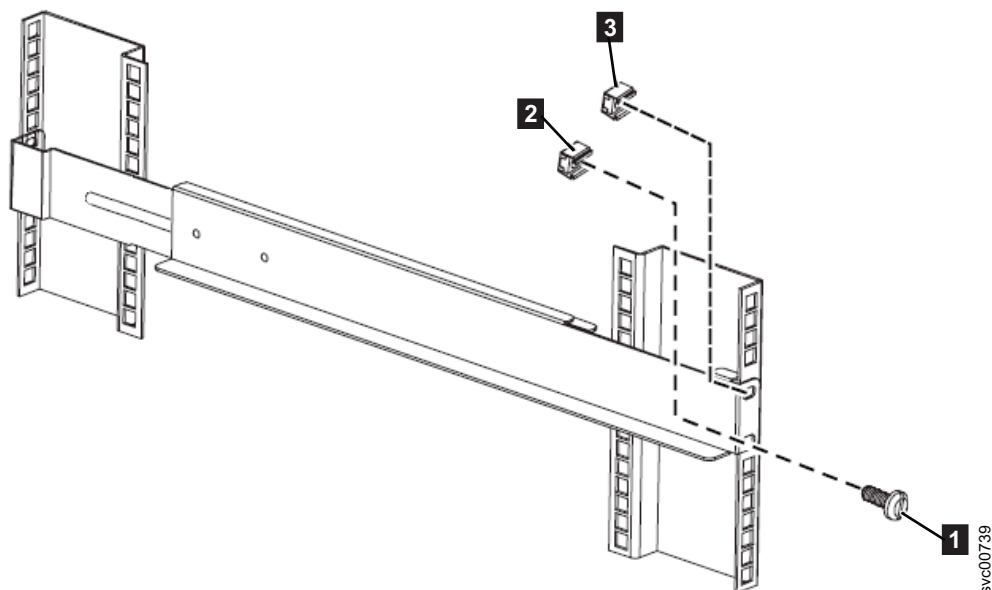

図 356. 2145 UPS-1U レール前部のラックへの取り付け
7. 2 つのクリップ・ナット **2** および **3** をラック前面に取り付けます。次に、M6 x 10 ねじ **1** を 1 つだけ使用して、460 ページの図 356 に示すようにレールを底部取り付け穴に取り付けます。